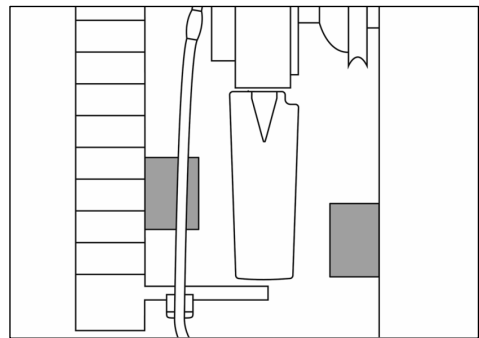

Bild 34
- 30) Kontrollera när bladen står på tvären att de inte kolliderar med några föremål framför eller bakom fläkten (minimum spalt 5 mm (0,196") / se Bild 34).